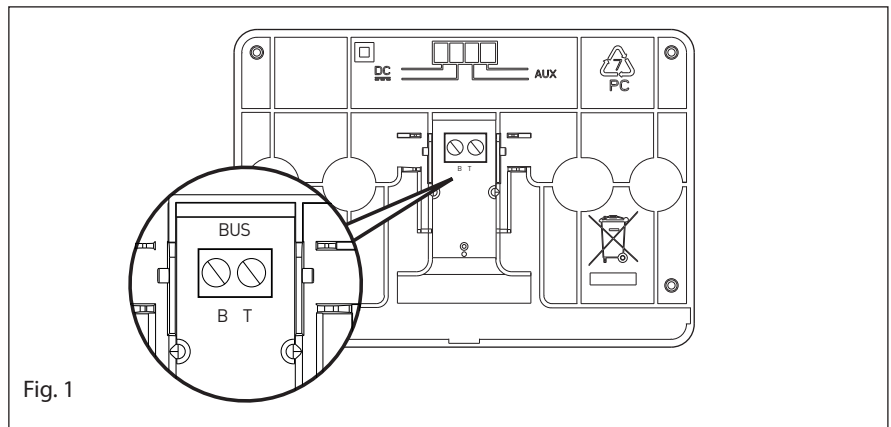

Fig. 1
- Verbind de twee draden met de connector (afb. 1).